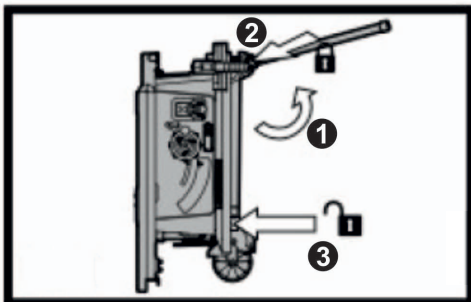

Рис. 2
2. Разблокируйте правую стойку и разложите ее. Зафиксируйте стойку в разложенном состоянии (рис. 2)